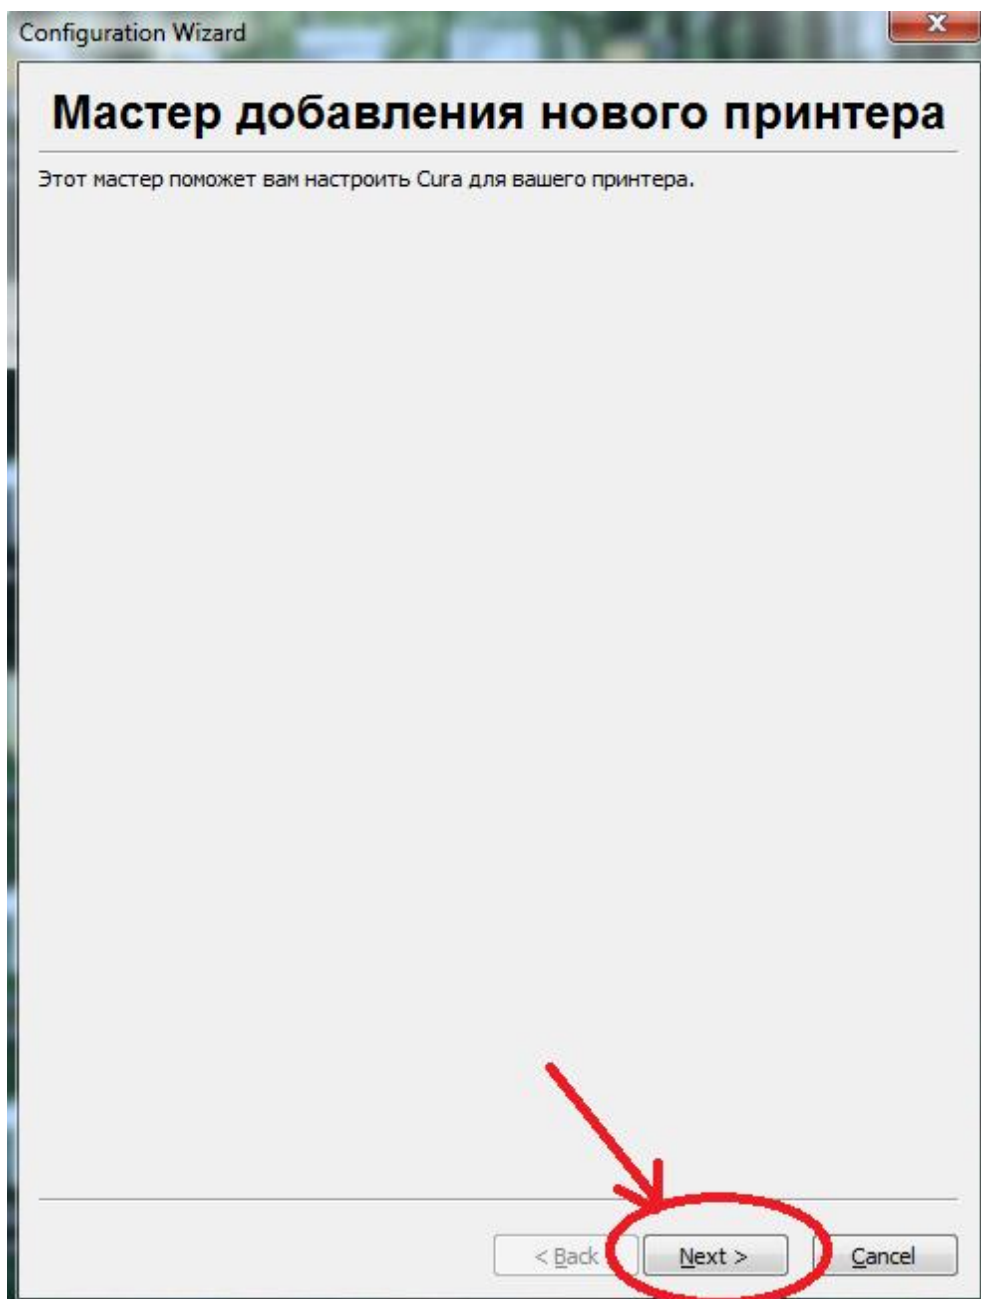

Рисунок 17. « Next»
16) Затем нажмите кнопку « Next» , рисунок 17